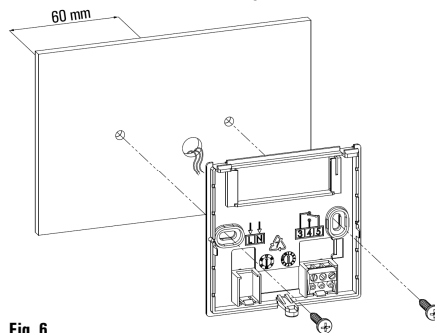

Fig. 6
- 4 Fissare la base direttamente sulla parete o su scatole di derivazione da 2 moduli tramite le due sedi per viti con interasse 60 mm facendo attenzione a fare passare i cavi nella feritoia come indicato in Fig. 6.